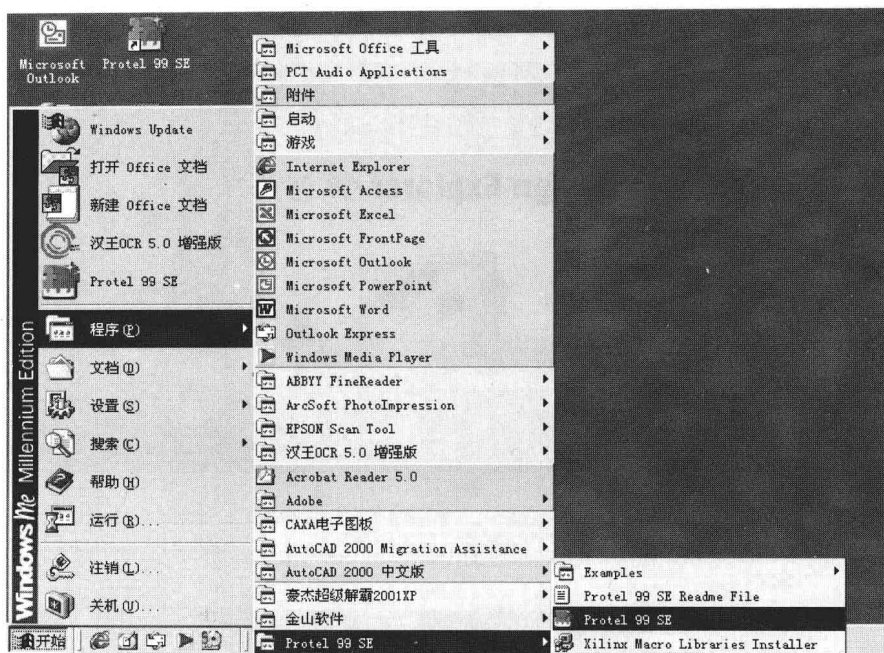

图 1-12 单击“Protel 99 SE”菜单组中“Protel 99 SE”菜单项启动
- 单击“开始|程序(P)”菜单项,在菜单组中单击“Protel 99 SE”菜单项,如图 1-12 所示。